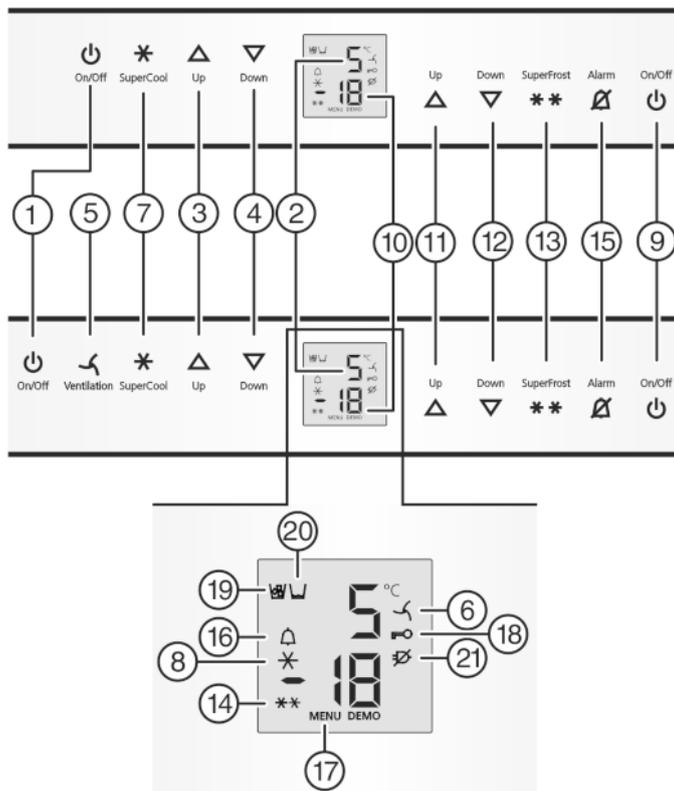

Fig. 2
- nacisnąć przycisk On/Off zamrażalnika Fig. 2 (9).
- Nacisnąć przycisk On/Off chłodziarki Fig. 2 (1).
- ▷ Chłodziarka jest włączona: Świeci się wskaźnik temperatury chłodziarki Fig. 2 (2). Podczas otwierania drzwi chłodziarki włącza się oświetlenie wewnętrzne.
- Aktywacja trybu regulacji: Nacisnąć i przytrzymać przycisk SuperFrost Fig. 2 (13) przez ok. 5 s.
▷ Świeci symbol menu Fig. 2 (17).
- W celu wyłączenia zabezpieczenia przed dziećmi krótko nacisnąć przycisk SuperFrost Fig. 2 (13).
- W celu włączenia zabezpieczenia przed dziećmi krótko nacisnąć przycisk SuperFrost Fig. 2 (13).
- ▷ Świeci symbol zabezpieczenia przed dziećmi *Fig. 2 (18)*. Na wskaźniku miga **c**.
- ▶ W celu wyłączenia zabezpieczenia przed dziećmi krótko nacisnąć przycisk SuperFrost *Fig. 2 (13)*.
- ▷ Symbol zabezpieczenia przed dziećmi *Fig. 2 (18)* gaśnie. Na wskaźniku miga **c**.
- ▶ Dezaktywacja trybu regulacji: nacisnąć przycisk On/Off zamrażalnika *Fig. 2 (9)*.
- ▶ Nacisnąć przycisk Alarm *Fig. 2 (15)*.
Jednocześnie miga wskaźnik temperatury i symbol Alarmu *Fig. 2 (16)*.
Akustyczny sygnał ostrzegawczy milknie automatycznie, znika symbol Alarmu *Fig. 2 (16)* i wskaźnik temperatury przestaje migać, gdy temperatura będzie ponownie wystarczająco niska.